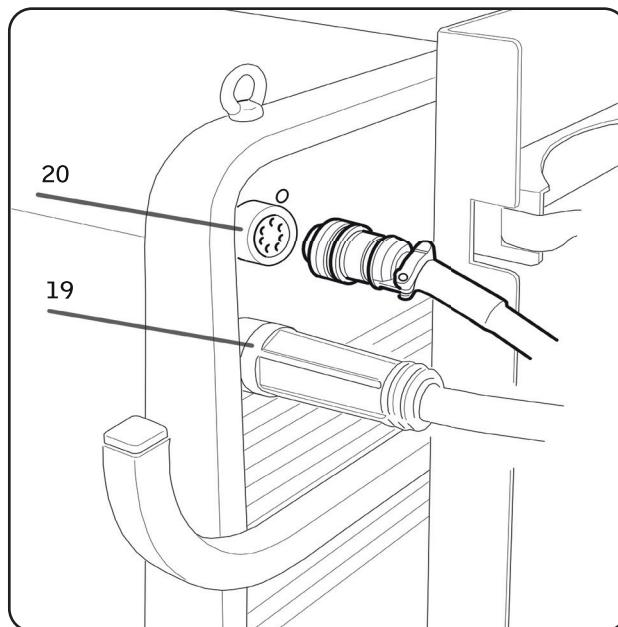

Abb. 4
- ♦ Die Anschlüsse auf der Rückseite der Stromquelle ausführen (siehe Abb. 4).